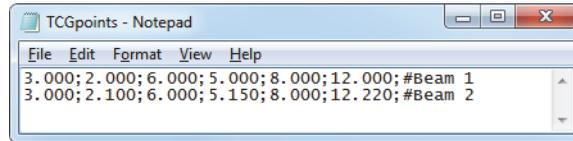

图 4-34 TCG点导入文本
1. 为某个特定的组创建包含不同TCG点的.csv文件（参见第128页的图 4-34）：